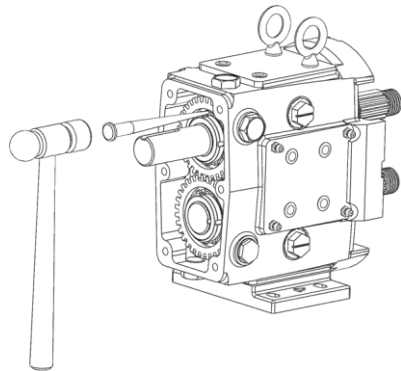
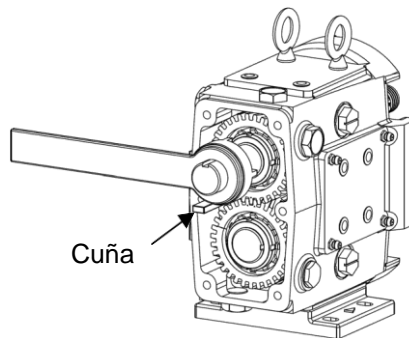

Figura 45: Doblar pestañas en arandelas de seguridad
Figura 46: Retirar arandelas de seguridad
2) Con un martillo y un punzón, doble las pestañas rectas de las arandelas de seguridad (Figura 45). Utilice una cuña (de madera o plástico) para evitar que los ejes giren mientras se quitan las tuercas de seguridad (Figura 46). Con una llave inglesa o la herramienta de extracción de tuercas (disponible en Ampco), quite las tuercas de bloqueo del engrane. Retire lentamente los engranes de los ejes. Retire las llaves de engrane y los espaciadores de engrane de los ejes.